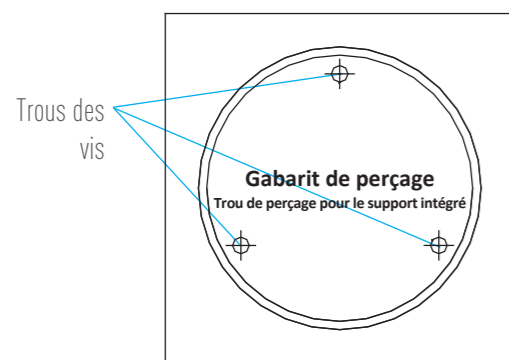

Figure 1 Gabarit de perçage
1. Posez le gabarit de perçage (fourni) à l'endroit où vous désirez fixer la caméra, puis percez les trous des vis sur la surface d'installation selon le gabarit de perçage (figure 1).